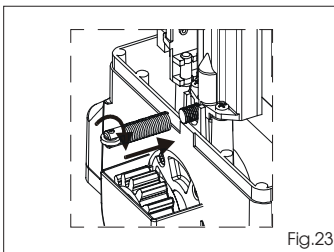
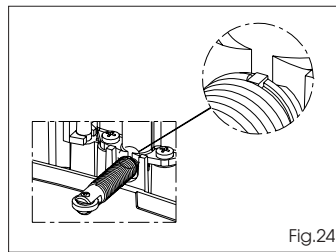

Fig.23
Fig.24
- Plaats de veer door hem met de klok mee te draaien, Fig.23, tot hij niet verder kan, zie Fig.24.